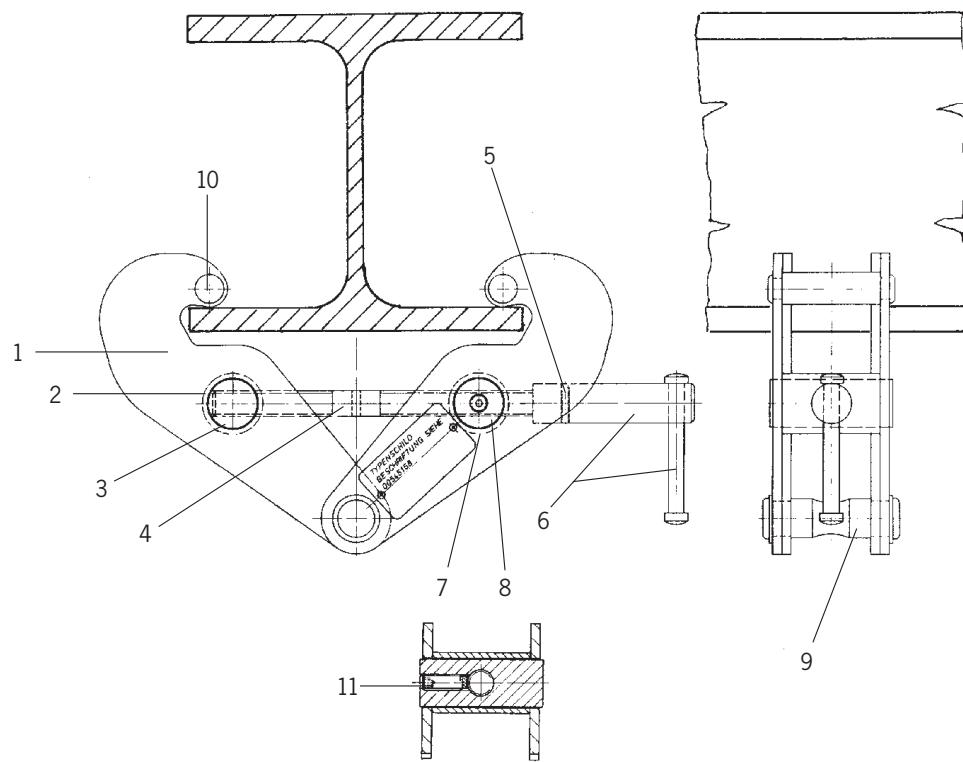

Fig. 5
- De klem kan tegen spontaan openen beveiligd worden. Door de inbusbout (Fig. 5) met een inbussleutel vast te draaien kan men de klem vergrendelen. Een aangebrachte koperschijf achter de inbusbout voorkomt beschadigingen aan de spindel.
- Al fine di assicurarsi che la pinza rimanga opportunamente serrata e che non sia possibile un'allentamento accidentale del perno, fissare il controdado montato sul perno filettato (Fig. 5). Uno strato di rame sul lato del controdado previene eventuali danneggiamenti dell'asse.